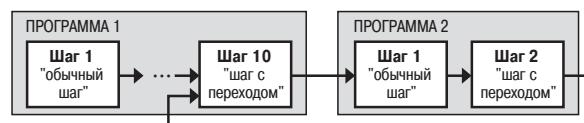

Рис. 4. Примеры Программ, которые можно реализовать с помощью различных типов Шагов
- Программу, состоящую более чем из 10 Шагов (рис. 4, б, г);
- Программу, работающую по бесконечному циклу (рис. 4, в, г).
Нециклическая Программа в TPM151-04 (рис. 4, а, б) состоит из последовательности «обычных шагов» и «шагов с переходом», которая заканчивается Шагом типа «конец программы».